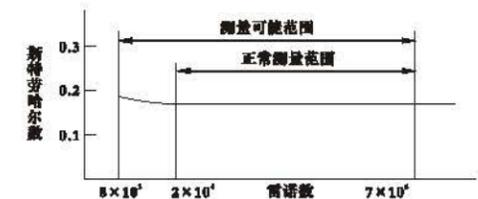

图2
斯特劳哈尔数是涡街流量计的重要系数。在曲线的 $S_r \approx 0.16$ 的平直部分，所以只要准确测出频率 f ，就可以测出流体流速 $V = f \cdot d / S_r$ ，从而达到测量管道内流体流量的目的，即： $Q = 3.6 \cdot f / k \dots (1)$ （ k —仪表系数，次/L）。（见图2）